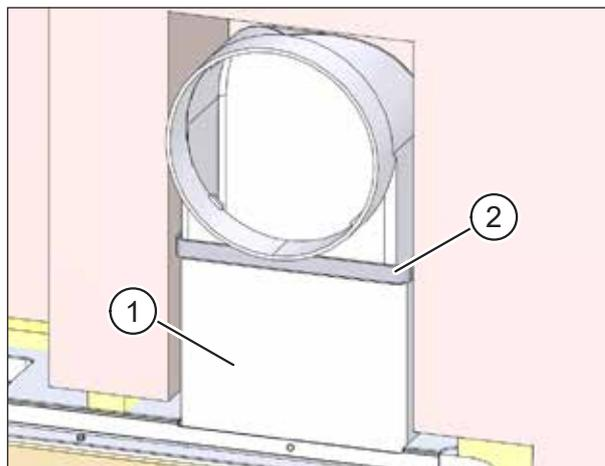

Abb. 27: Flachkanalverbindungen mit Dichtband fixieren
- ▶ Setzen Sie ein Formstück, z. B. den Flachkanal-Verbinder M-WRG-FK-V, Art.-Nr. 5591 (Pos. 1 in Abb. 27), in die Öffnung am Mauerkasten ein.
- ▶ Setzen Sie das erste Teilstück des Flachkanals in das Formstück, z. B. den Flachkanal-Verbinder M-WRG-FK-V, Art.-Nr. 5591, am Mauerkasten ein und dichten Sie die Verbindungsstelle mit Dichtband ab (Pos. 2 in Abb. 27).